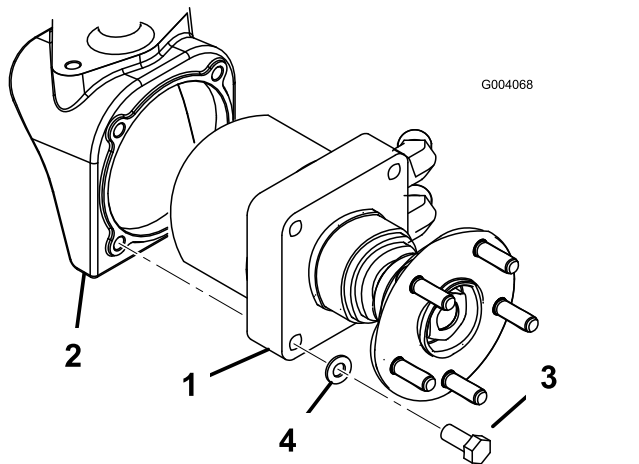

Figura 3
6. Monte o respectivo conjunto do motor da roda em cada caixa do motor da roda com 4 parafusos (1/2 pol. x 2 1/4 pol.) e anilhas de segurança (1/2 pol.) (Figura 3). Aperte os parafusos com uma força de 95 a 108 N·m.